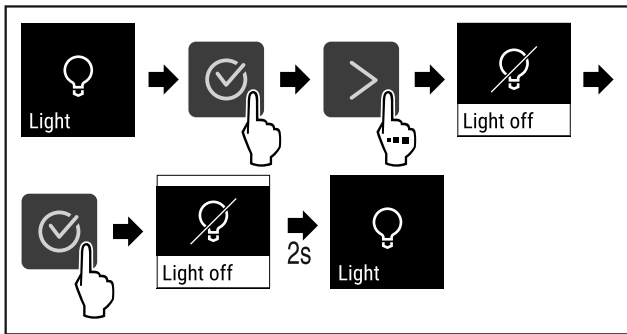

Fig. 66
- ▶ Handlungsschritte (siehe Fig. 66) durchführen.